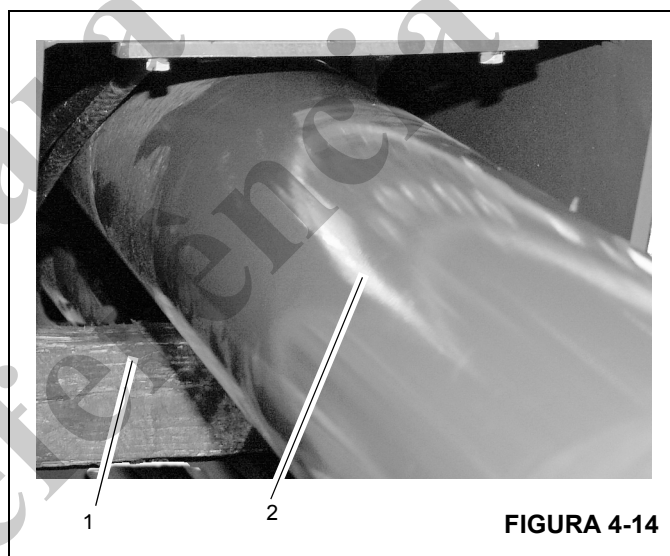

FIGURA 4-14
3. Coloque um calço (1) sob o cilindro (2) Figura 4-14 e remova os dois parafusos e as arruelas que fixam o tambor do cilindro na parte traseira da seção intermediária externa.